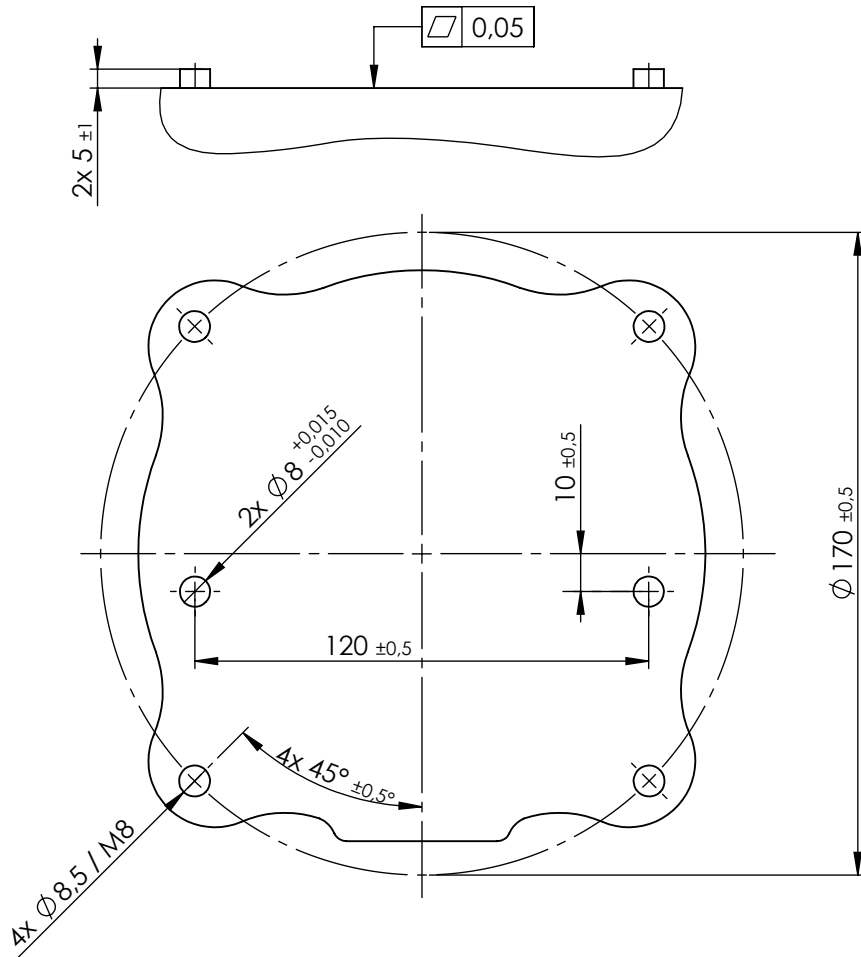

Figure 4.1: ロボット据え付け用の穴。M8 ボルト 4 本使用。すべての寸法の単位は mm です。
**ロボットアーム** ロボットアームは、基部の 4 つの  $\phi 8$ 、5mm 穴を使用して、4 本の M8 ボルトで据え付けます。20 Nm トルクでこれらのボルトを締めるようにしてください。ロボットアームで高精度の位置決めが望ましい場合には、ピンを使用できる 2 つの  $\phi 8$  穴が用意されています。また、精密な基部の取り付け金具を付属品として購入することもできます。図 4.1 に、穴を開ける場所とねじを取り付ける場所を示します。